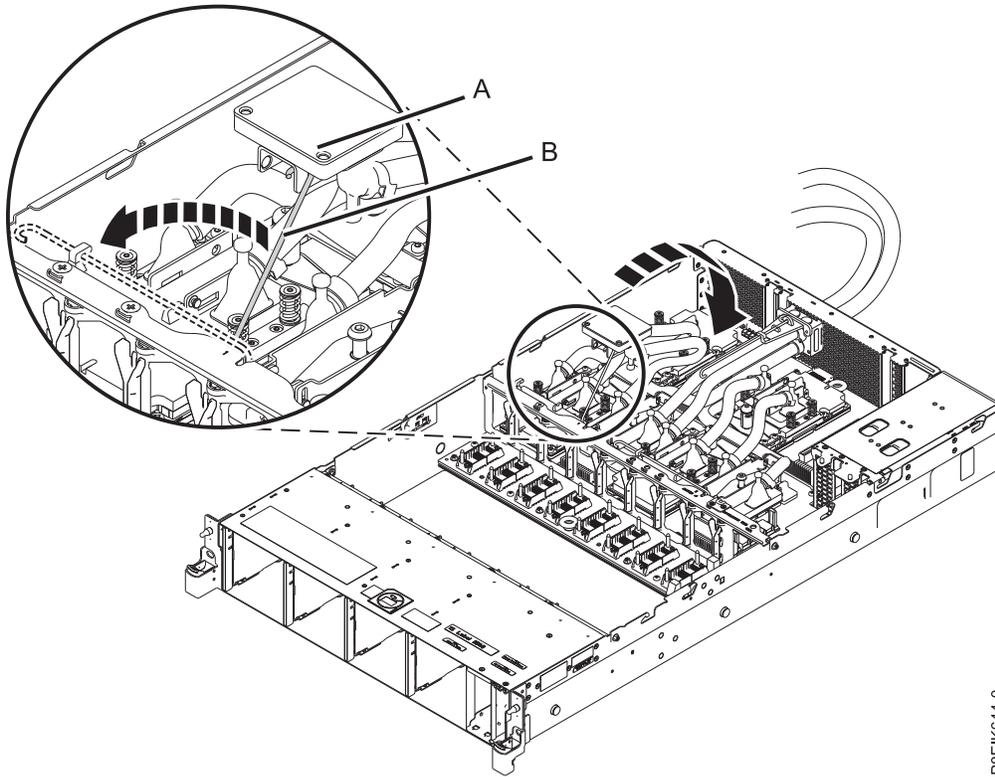

図 84. 冷却プレートを GPU の位置に合わせる
- a. 保守フック (B) から冷却プレート (A) のフックを外し、慎重に、冷却プレートを GPU の位置に合わせて乗せます。 73 ページの図 84を参照してください。